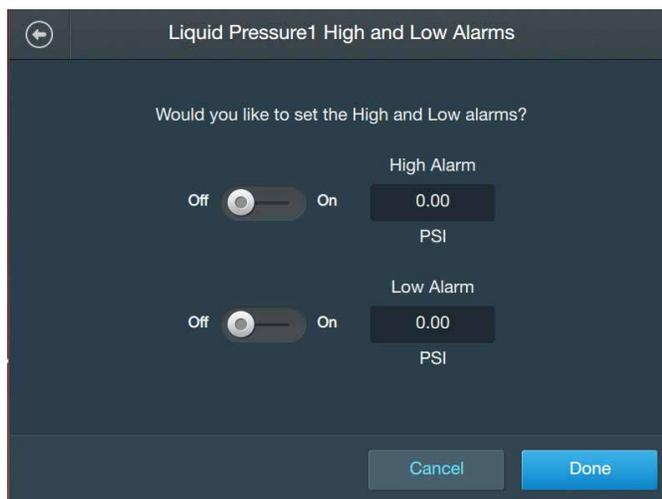

Abbildung 3.50. Bildschirm „Liquid Pressure High and Low Alarms“ (Maximal- und Minimalwertalarm für den Flüssigkeitsdruck).
3. Wenn Sie den Maximalwertalarm und den Minimalwertalarm für das Modul „Liquid Pressure“ (Flüssigkeitsdruck) einstellen möchten, tippen Sie auf das Feld „Low and High Alarms“ (Minimalwert- und Maximalwertalarm). Im daraufhin angezeigten Bildschirm (Abbildung 3.50) gibt es jeweils getrennte Bereiche für den „High Alarm“ (Maximalwertalarm) und den „Low Alarm“ (Minimalwertalarm). Um den Maximalwertalarm zu konfigurieren, schieben Sie den entsprechenden Schalter auf „On“ (Aktivieren). Geben Sie in das Feld unter „High Alarm“ (Maximalwertalarm) den Flüssigkeitsdruckwert ein, der den Maximalwertalarm aktiviert. Tippen Sie auf „Next“ (Weiter).